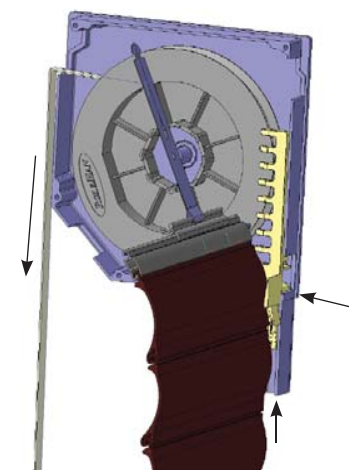

Рис. 2
3. Используя ленточный или шнуровый привод (5), замок легко расцепляется, штифт выходит из зацепления и полотно роллеты свободно перемещается. (рис.2)
Открытое положение (рис. 2)